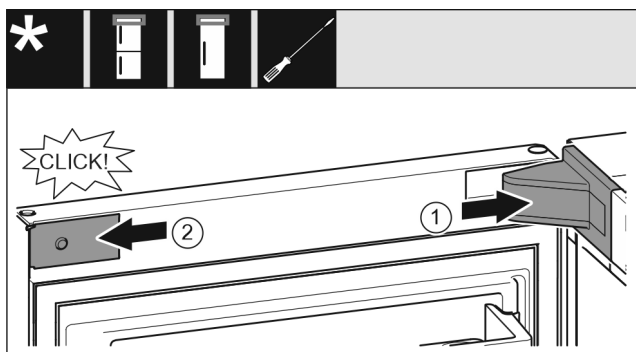

Fig. 24
- ▶ Helyezze fel és pattintsa be a csapágybak fedelét Fig. 24 (1), szükség esetén óvatosan nyomja szét.
- ▶ Helyezze fel oldalra a takarólemezt Fig. 24 (2), és pattintsa be.